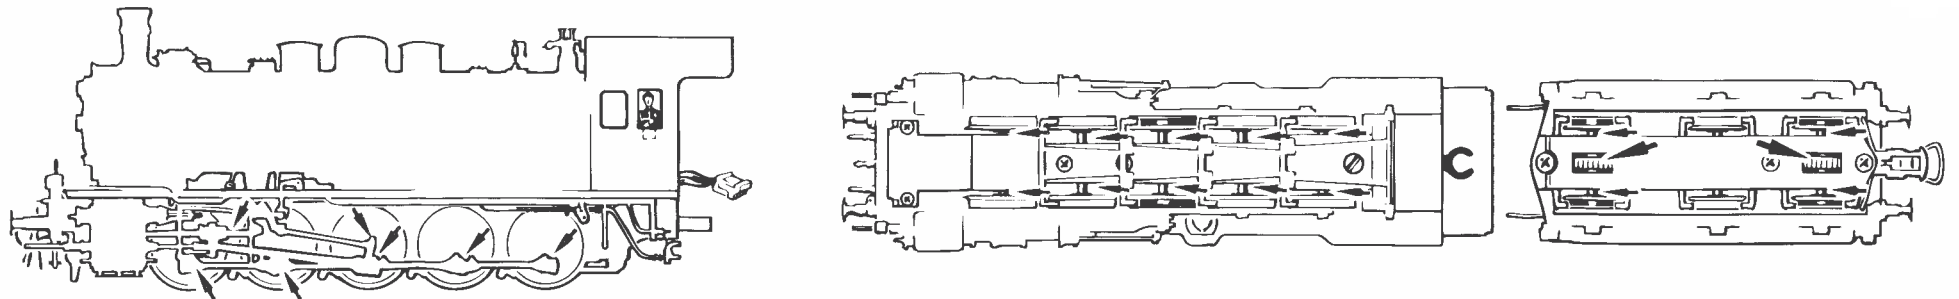
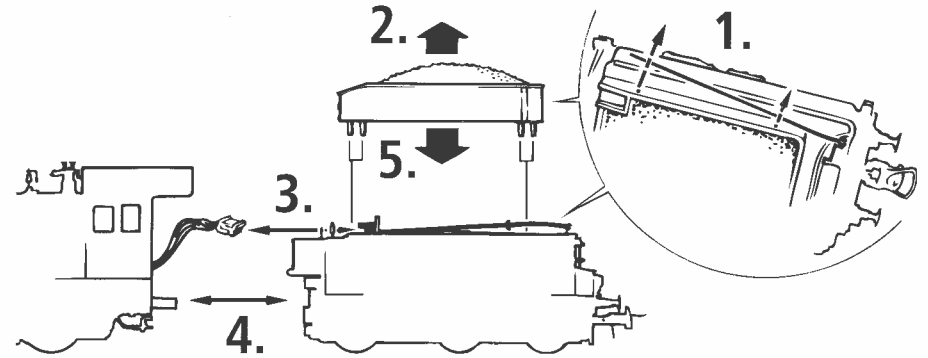

Fig. 5
Fig. 4
2. Schmierung: Versehen Sie die im Schmierplan in Fig. 10 gekennzeichneten Stellen mit nur **kleinen Öltropfen**. Dazu zuerst das Lok- bzw. Tendergehäuse abnehmen (Fig. 4, Fig. 5). Wir empfehlen den ROCO **Öler Art.-Nr. 10906**. Fürs Schmieren der Getriebeteile (Zahnräder, Schnecke) empfehlen wir das **ROCO-Spezialfett Art.-Nr. 10905**. Im Falle der Schmierung diese Teile **nicht ölen**.
3. Lämpchenwechsel: Bitte nehmen Sie zuerst das Lokgehäuse bzw. das Tendergehäuse ab (Fig. 4, Fig. 5). Danach können Sie die **Lämpchen** wechseln (Fig. 8, Fig. 8).
2. Lubrication: Apply **tiny oil drops** to spots marked in fig. 10. Prior to lubrication dismantle the loco body or the tender body (fig. 4, fig. 5). We recommend using item no. **10906, Roco oiler**. For lubrication the gearparts (e.g. cogwheels, worm) we would recommend our Roco **special grease** (item no. **10905**).
3. Change of lights: First remove loco body and the tender body (fig. 4, fig. 5) and then change lights (fig. 8, fig. 8).
4. Steam generator application: First remove the loco body (fig. 4) and then push in the Seuthe steam generator no. 11 (running in digital mode) (fig. 7).
2. Graissage: N'appliquez **qu'une toute petite goutte** aux endroits indiqués par le plan de graissage (fig. 10) après avoir démonté la caisse du locomotive/tender (fig. 4, fig. 5). Nous vous recommandons le **graisseur à huile Roco réf. 10906**. Pour graisser les engrenages (roues dentées, vis sans fin) nous vous conseillons la **graisse spéciale Roco réf. 10905** pour engrenages en matières synthétiques. Lorsque vous utilisez cette graisse il faut éviter d'huiler ces composants.
3. Remplacement des ampoules: Veuillez démonter d'abord la caisse de votre locomotive et la caisse du tender (fig. 4, fig. 5) puis vous pouvez **échanger les ampoules** (voir fig. 8, fig. 8).
4. Emploi d'appareil fumigène: Veuillez démonter d'abord la caisse de votre locomotive (fig. 4) et introduisez ensuite le fumigène au chassis (fig. 7) **Attention:** Pour une locomotive munie d'un décodeur de commande numérique faites appel au fumigène Seuthe n° 11!
6. Remplacement des balais du moteur: Démontez la caisse du tender (voir fig. 5). Sortez ensuite le moteur de son logement (voir fig. 13) et échangez finalement le balais.